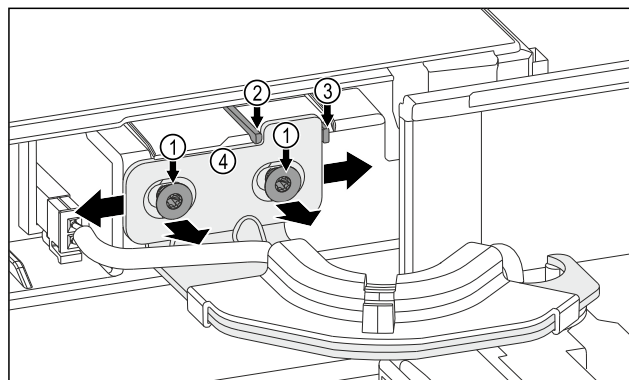

Fig. 11
- Beide schroeven Fig. 11 (1) losdraaien.
- Deur naar rechts verschuiven: Beveiligingsnop Fig. 11 (3) verwijderen.
- Deur naar links verschuiven: Beveiligingsnop Fig. 11 (2) verwijderen.
- Eindpositie van de deur is bereikt: Beide schroeven Fig. 11 (1) vastdraaien.